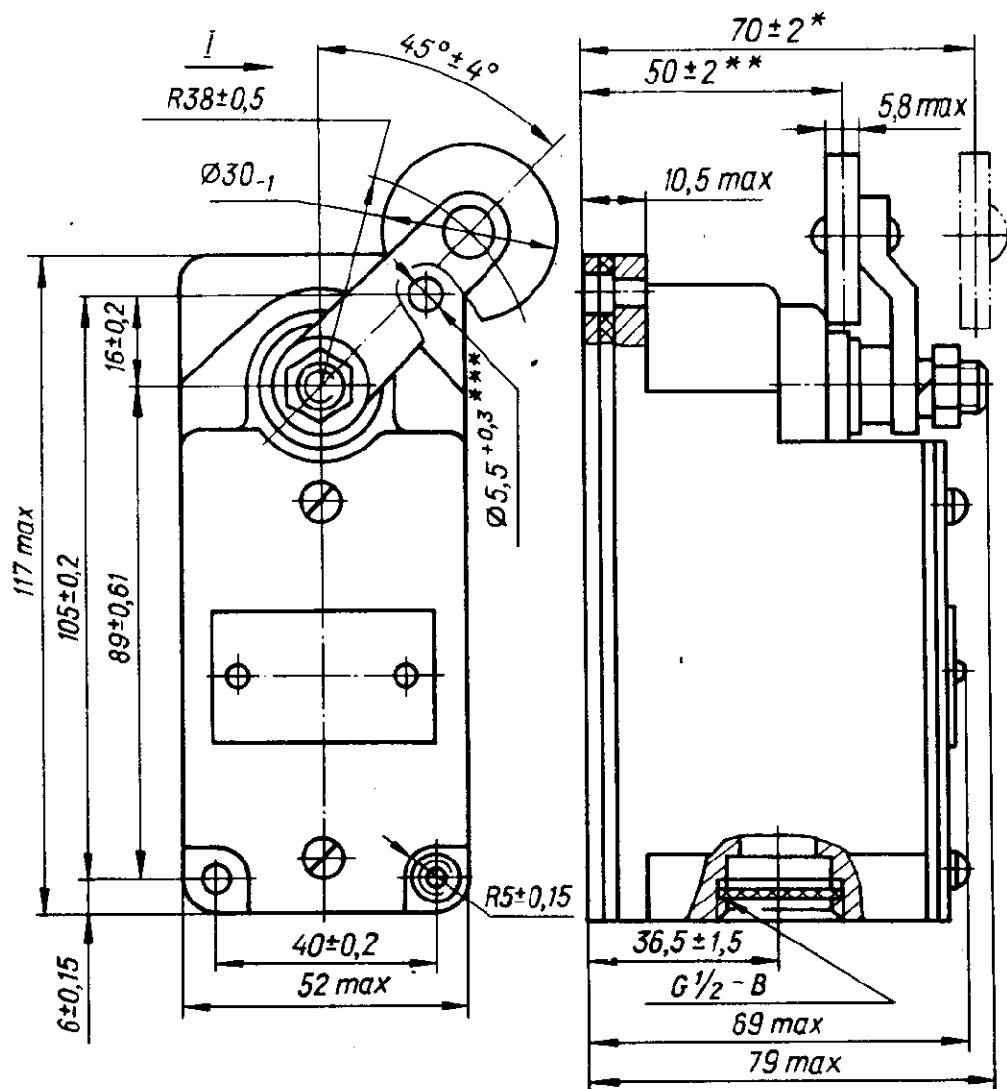
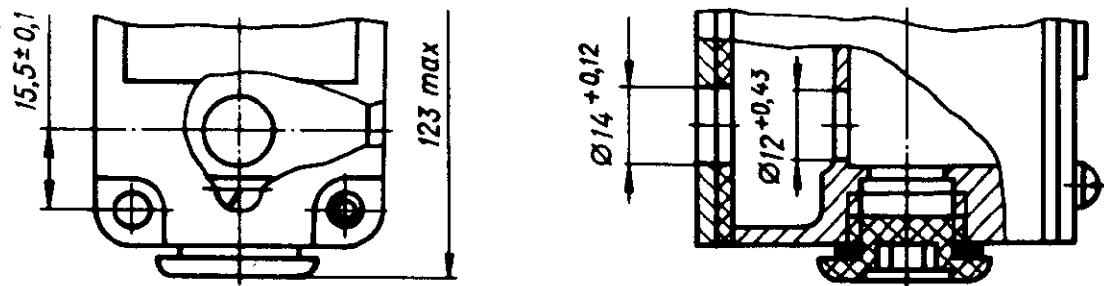
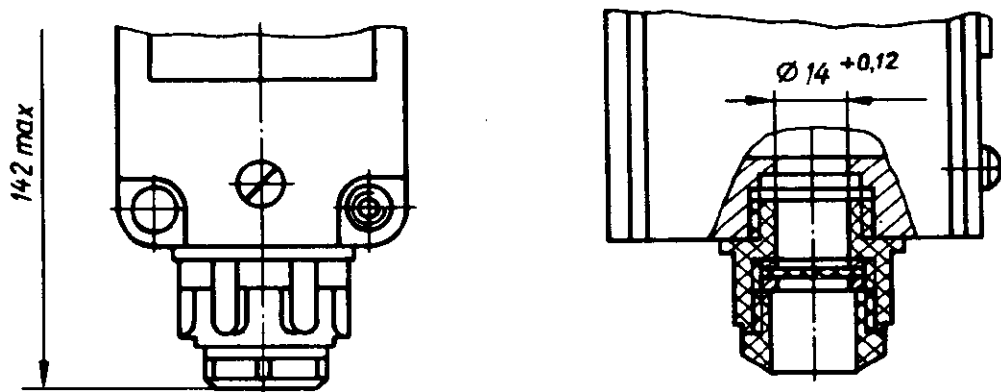

Рис. 1. I — рабочий ход (вправо); *2 ступень; **1 ступень; ***2 отв.
Рис. 4.
Рис. 5.
1.4. Габаритные, установочные и присоединительные размеры выключателей указаны на рис. 1 – 5.
Примечание. В обозначении типоисполнения выключателя ВП — выключатель путевой; буквы Г, Д и Е определяют вид ввода проводников в кожух выключателя: Г — резьбовый неуплотненный ввод (рис. 1); Д — притычный ввод через отверстие в основании выключателя (рис. 4); Е — уплотненный ввод через сальник (рис. 5);